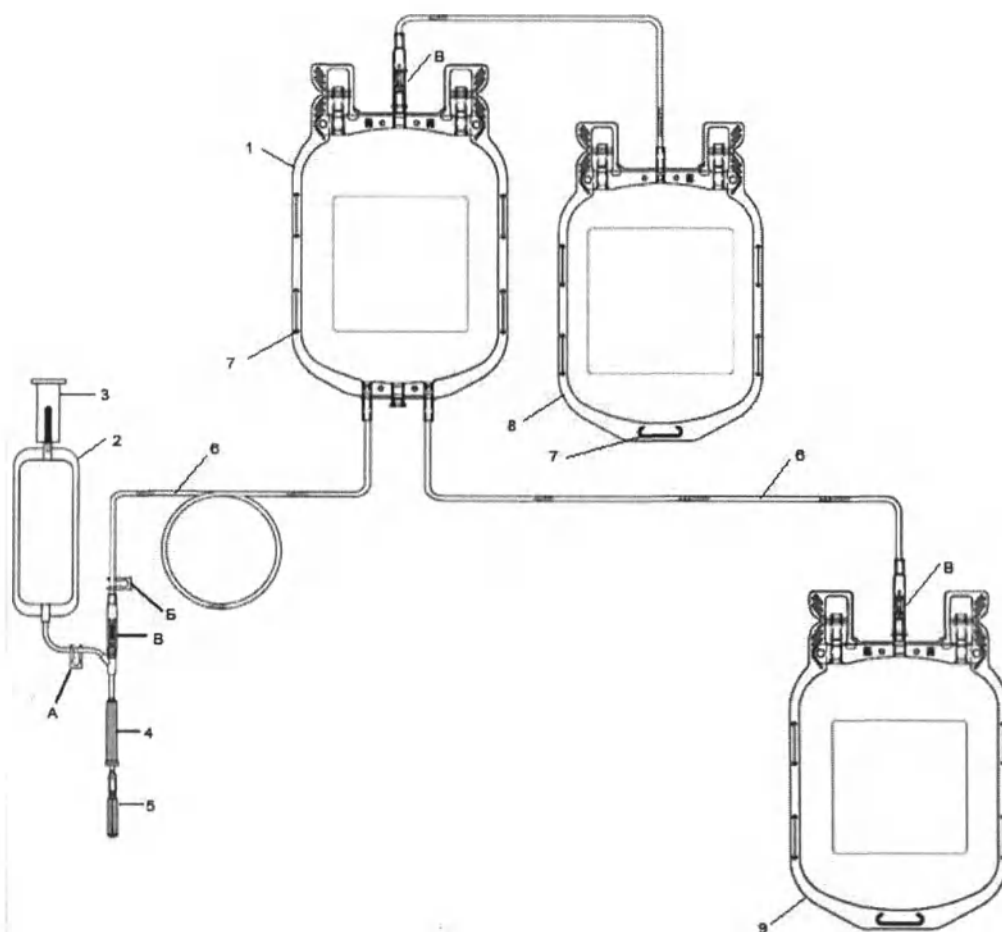

Рис.7. Контейнер для сбора крови с CPDA-1 (C) или с CPD-SAGM (S) строенный T-450, исполнение Top & Bottom (TB) (Верх-Низ)
Компоновка Top & Bottom (TB) (при необходимости). представлена на рис. 7.